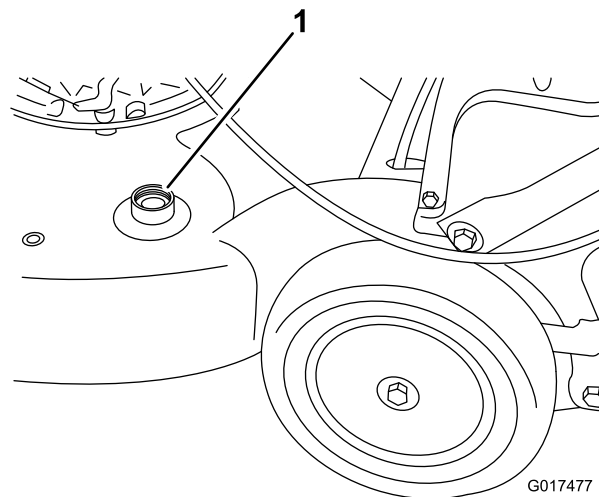

Figure 37
3. Branchez un tuyau d'arrosage, relié à une arrivée d'eau, au raccord de lavage du carter de la machine (Figure 37).